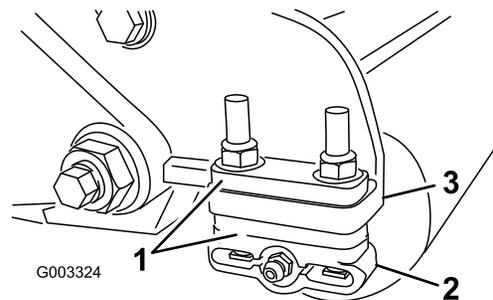

図 14
1. 希望の刈高範囲に必要な数のスペーサを刈高チャートで確認し、スペーサをサイドプレートの取り付けフランジ **図 14**の下に入れて、後ローラのブラケットの位置を正しくセットする **図 14**。